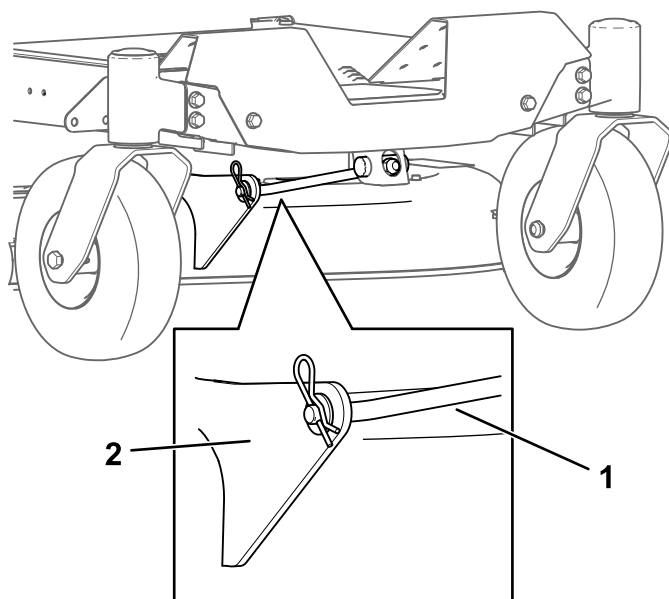

Figura 66
4. Retire la chaveta de la varilla de soporte delantera y retire la varilla del soporte de la carcasa (Figura 66).
8. Conecte la varilla de soporte delantera a la carcasa de corte con el pasador y la chaveta (Figura 66).